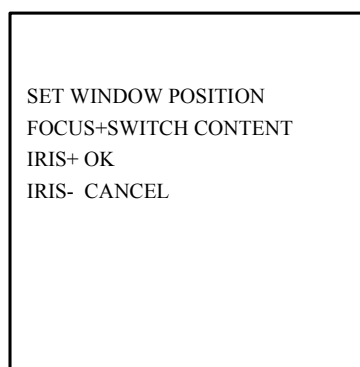

Figura 3.3.22
1. Spostare il cursore con il joystick di fianco a WINDOW SETTINGS (IMPOSTAZ. FINESTRA) e premere il pulsante and IRIS+ per accedere al menu di Figura 3.3.22. Apparirà una finestra di colore porpora sul monitor (il colore cambia in funzione del modello della dome).